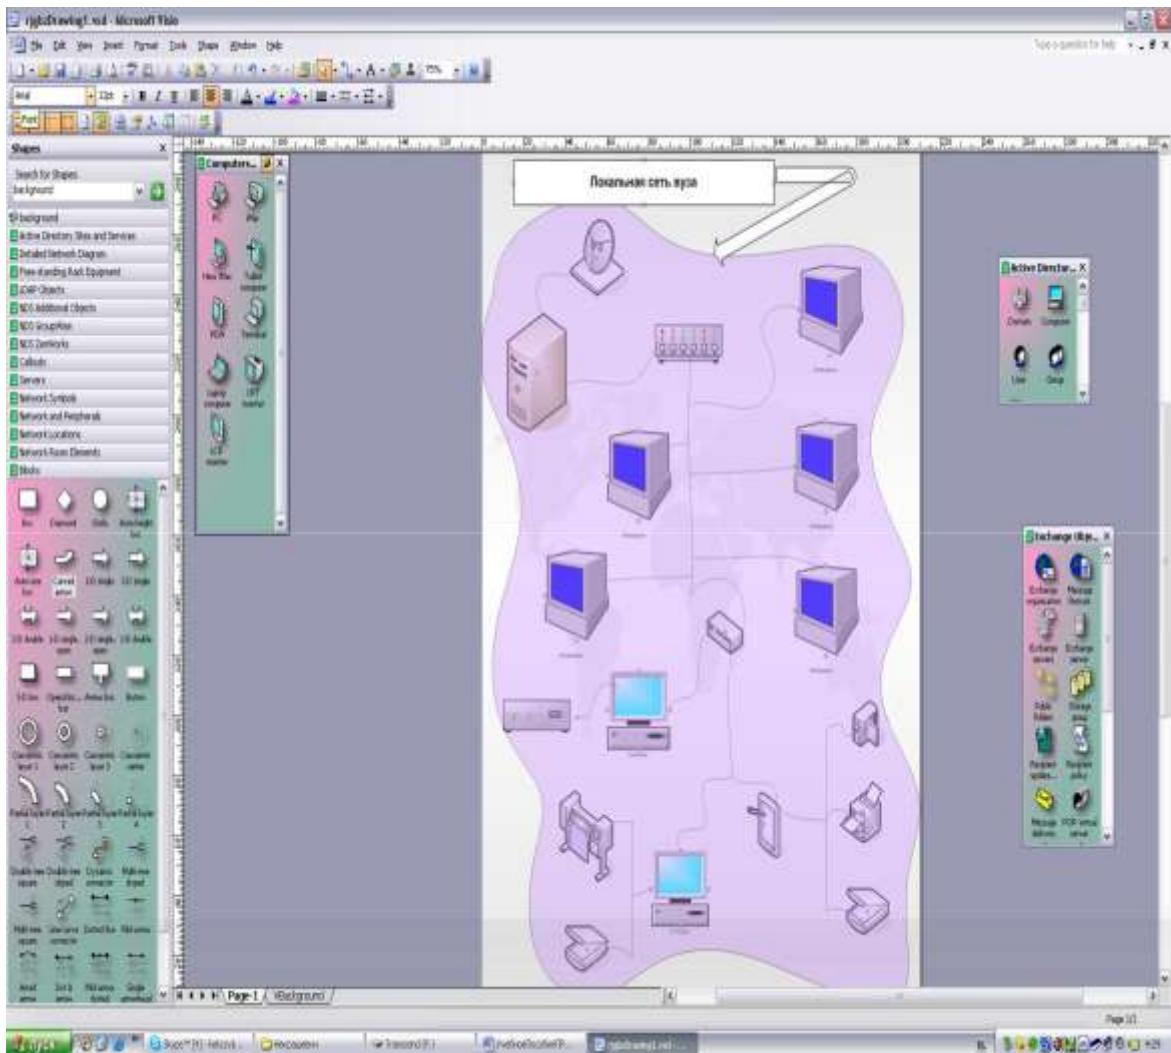

Рис.49. Образец рисунка в MS Visio.
групп фи́гур, как это показано на рис. 49. Панели групп фи́гур (шейпов) открываются через команды: **File – Shapes** (Файл – Фи́гуры) или на стандартной панели инструментов щелкнуть на
4. Создать рисунок по образцу, приведенному ниже (рис. 49).
6. Измените размеры фигур с помощью манипуляторов, измените форму двумерной фигуры (рис. 49, 51), используя желтые маркеры. Шейп **1-D single** из документа удалить.
13. Щелкните на кнопке **Text Tool** на стандартной панели инструментов (для отключения и включения инструментов из этой группы используйте кнопку ). Перетягните указатель мыши, расширяя тем самым текстовый блок до необходимых размеров. Введите текст “Локальная сеть вуза” (рис. 49). Отформатируйте текст, используя панель инструментов форматирования: